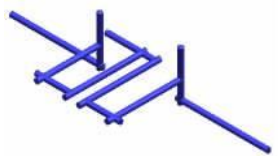

图5-91
15. 在设计区域中只显示动模冷却水道，将其他组件全部隐藏，结果如图 5-91 所示。